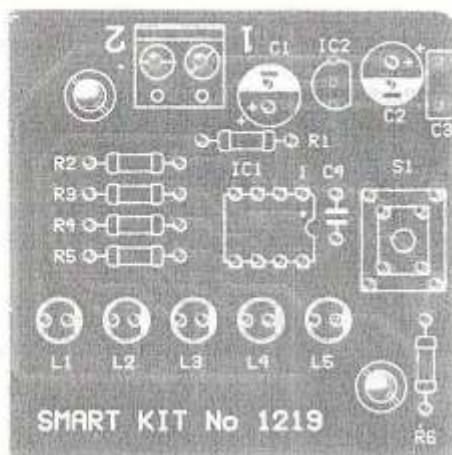

Рис. 4 Монтажная схема
3. Установите все детали согласно рис. 4 в следующей последовательности: сначала малогабаритные, а потом все остальные элементы. Вставьте контроллер в панельку.